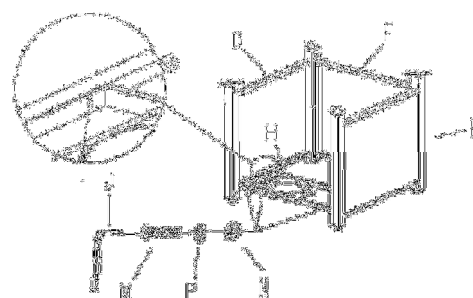

Figure 2
2. Attacher la porte de bouteille de gaz (H) au côté gauche (D) et côté droite (E) avec 4 boulons  $\frac{1}{4}$  in x 15 mm (M), 4 rondelles plates (N) et 4 rondelles élastiques (P) en utilisant la clé Allen (J), (voir Figure 2).